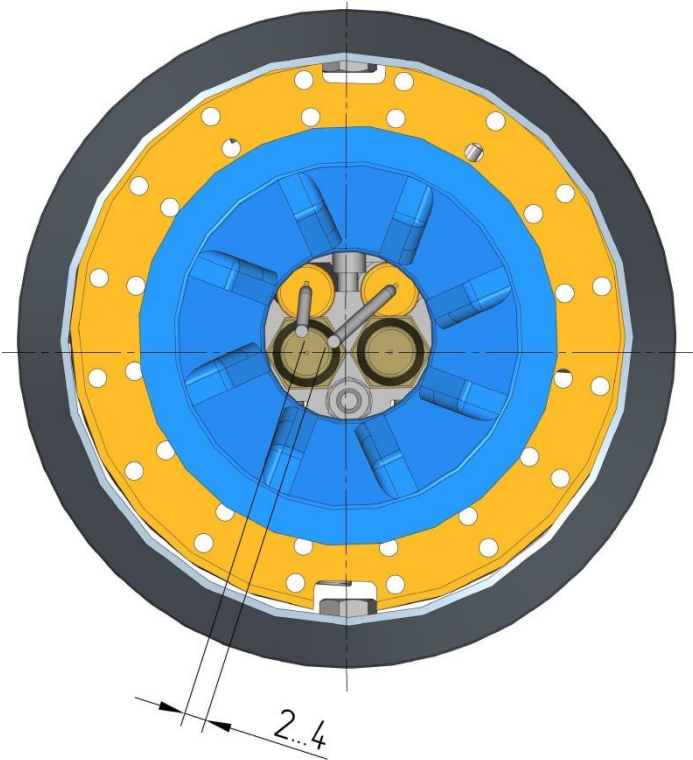

Рисунок 1.1 – Пламенная голова горелок типа ГКБ
1.4.16 В зависимости от положения пламенной трубы, изменяется зазор **«L»** (рисунок 1.1) **между** пламенной трубой и **перфорированной** подпорной шайбой.